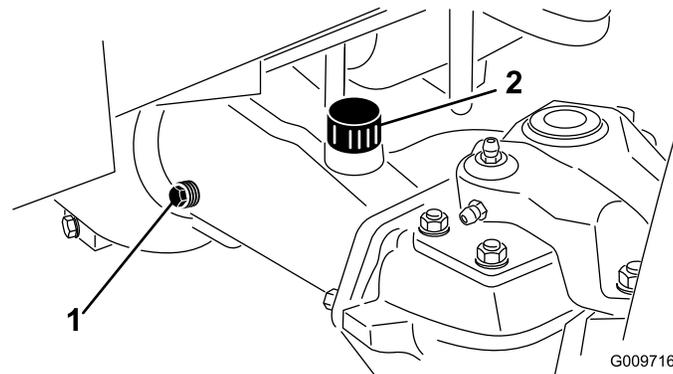

Bild 69
2. Entfernen Sie die Prüfschraube aus einem Ende der Achse (Bild 69) und stellen sicher, dass der Schmierstoff die Unterseite des Lochs erreicht. Entfernen Sie bei niedrigem Ölstand die Füllschraube (Bild 69) und füllen genug Öl ein, um den Stand bis an die Unterseite der Prüfschraubenöffnungen anzuheben.